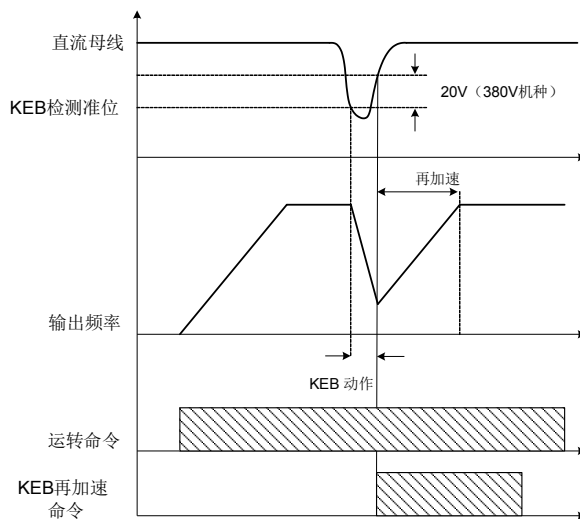

图 4.3.92 KEB 操作
(1) KEB 减速时间 (11-47)。
(2) KEB 检测准位 (11-48)。
• 若 11-47 并非为 0.0，KEB 的功能将启动，当直流电压低于 11-48 设定值。KEB 的功能将根据 11-47 开始减速。直到直流电压高于 11-48+20V，数字输入指令(03-00 至 03-05)将重新使驱动器加速到原来的频率。请参考图 4.3.92 的例子。